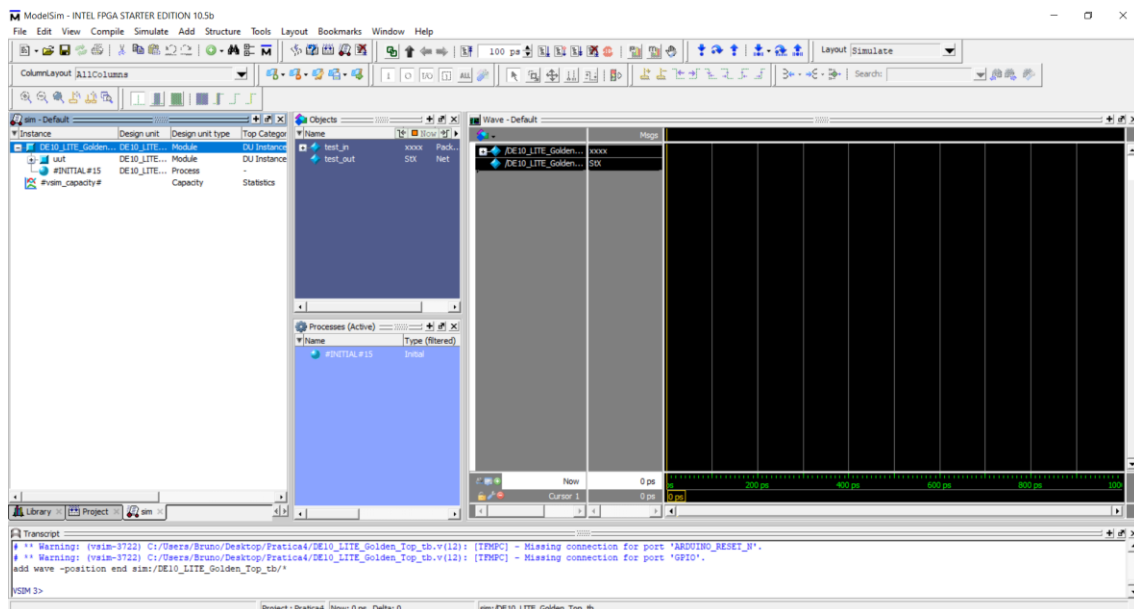

Figura 8: Adicionando sinais à waveform.
- Na janela branca à esquerda (*sim - Default*), clique em *DE10_LITE_Golden_Top_tb* e arraste para a região cinza no meio da tela (*Wave - Default*), para adicionar os sinais do *testbench* na *waveform* que será gerada (Figura 8);